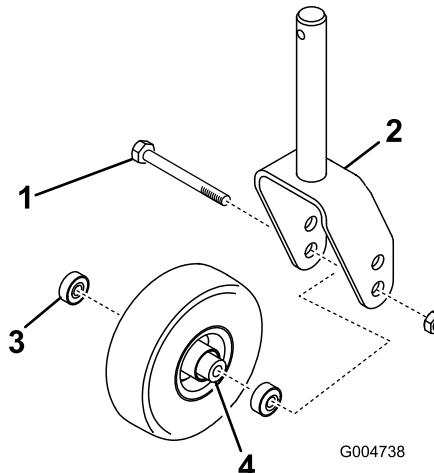

Bild 26
1. Entfernen Sie die Sicherungsmutter von der Schraube, mit der das Laufrad an der Gabel befestigt ist (Bild 26).
3. Entfernen Sie das Lager aus der Radnabe und lassen das Lagerdistanzstück herausfallen (Bild 26).